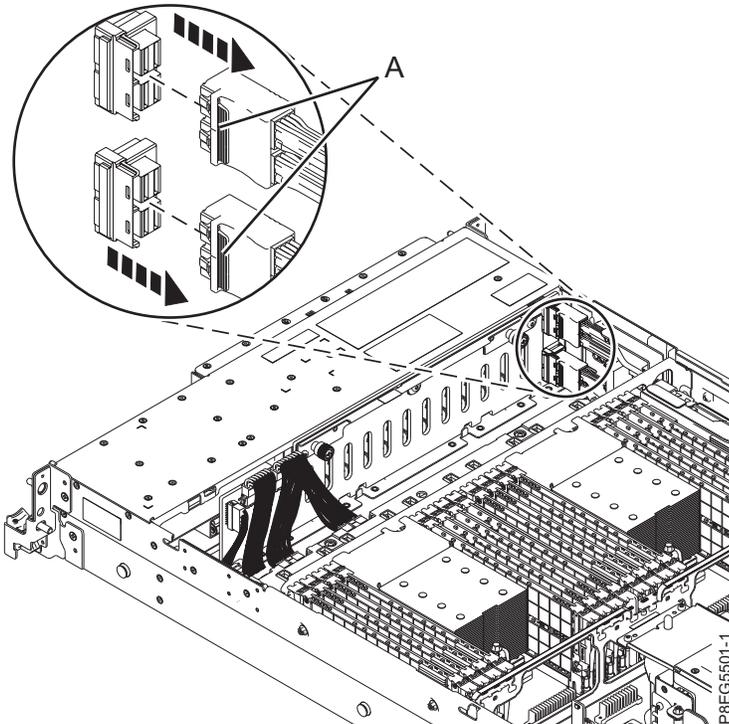

Abbildung 2. Abziehen der vorderen SAS-Kabel
3. Beschriften Sie die vorderen SAS-Kabel und achten Sie dabei darauf, mit welchen Anschlüssen auf der Plattenlaufwerksrückwandplatine und dem internen SAS-RAID-Adapter die Kabel verbunden sind. Ziehen Sie die vorderen SAS-Kabel von der Plattenlaufwerksrückwandplatine ab, indem Sie die Verriegelung **(A)** drücken und die Kabel abziehen (wie dargestellt in Abb. 2 auf Seite 6).